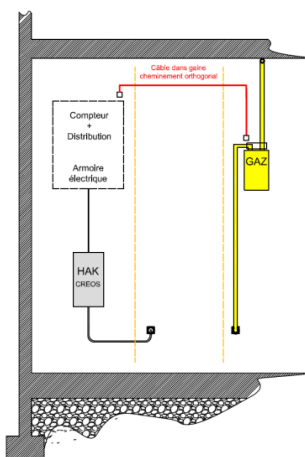
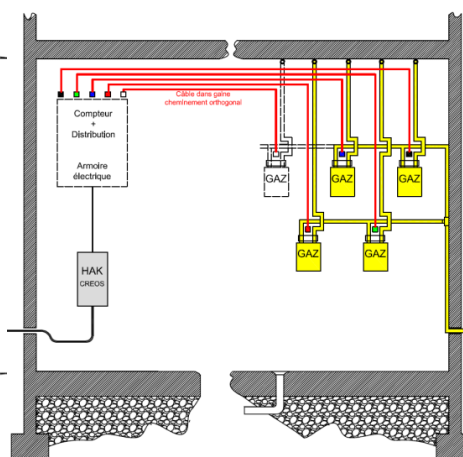

Bild 6: Standardanordnung (2 Verbindungsdosens)
Bild 7: Anordnung mit mehreren Zählern
- die Installation von zwei Verbindungsdosen pro Gaszähler: eine Verbindungsdose im Bereich des Gaszählers und eine Verbindungsdose im Bereich des elektrischen Verteilerschranks in dem der zugehörige elektrische Zähler montiert ist (siehe Bild 6 und Bild 7) - Verteilerdosen, die zur bestehenden Elektroinstallation gehören, dürfen nicht zur Kabelverbindung verwendet werden.